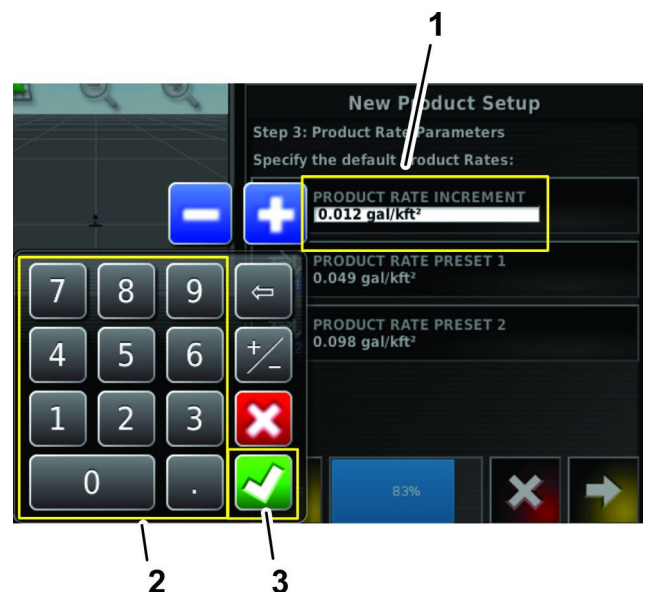

图 33
- A. 使用显示屏的数字键盘为 2 个预设喷洒率输入喷洒率增量图 33。
B. 按确认图标 图 33。
A. 使用显示屏的数字键盘输入预设喷洒率 图 33。